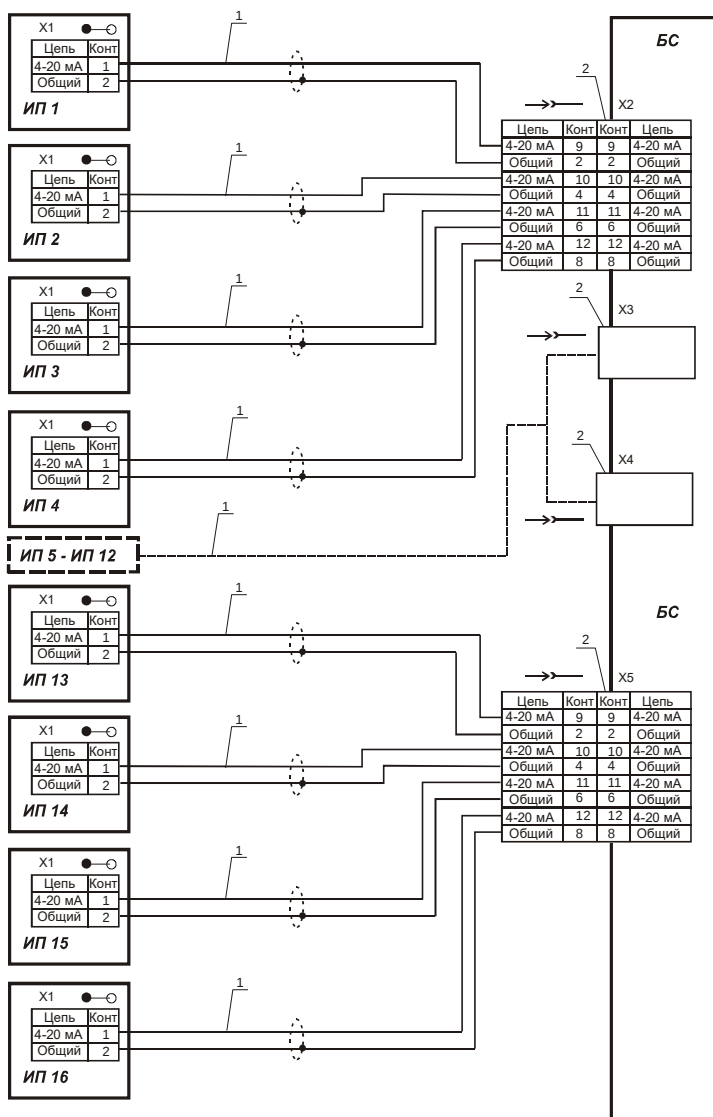

РИС. 5
2. Соедините разъем X1/РК-4 с разъемом X2/БС (X3/БС, X4/БС, X5/БС, см. рис. 5 РЭ) с помощью кабеля соединительного. Используя розетку кабельную 2РМ24КРН19Г1В, изготовьте кабель для подключения к разъему X3/РК-4 устройства для измерения токового сигнала 4-20 мА.